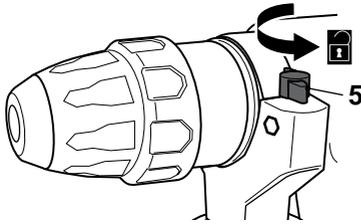

Fig. 4
- > La butée de profondeur [6] permet de régler la profondeur de perçage. Desserrer le bouton de serrage de la butée de profondeur [5] jusqu'à ce que la butée de profondeur [6] puisse être insérée (Fig. 4).